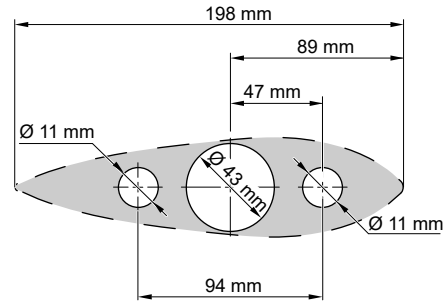

Abb. 9: Abmessungen
- Bohren Sie drei Löcher zur Montage des Pods in den Schiffsrumpf, **siehe "Abb. 9: Abmessungen"**.